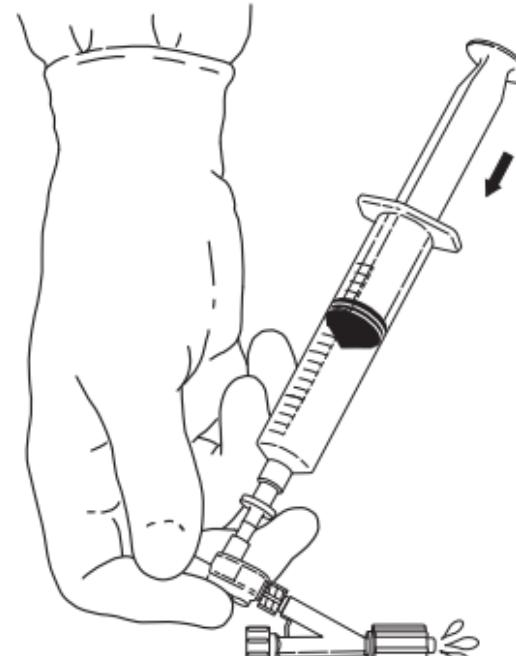

Fig. 3
5. Eliminare l'aria restante chiudendo con un pollice la porta di iniezione. Eliminare le restanti bolle d'aria dalla valvola di non ritorno e dall'adattatore Tuohy-Borst con una irrigazione lenta. (**Fig. 3**)